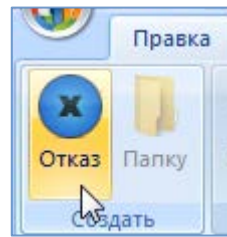

Рис. 13-304 – Панель «Создать» вкладки «Правка»
3) Щёлкнуть клавишей мыши в рабочем окне «Отказы», затем нажать кнопку «Отказ» панели «Создать» (рис. 13-304).